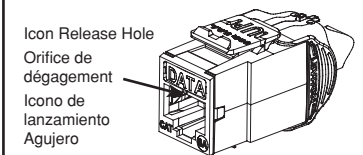

Fig. 13
4. Icons may be removed from the front of a jack by unbending a small paper clip, inserting the end of the clip into the Icon release hole, and gently prying outward. (Fig. 13).
4. Les étiquettes peuvent être retirées en insérant l'extrémité d'un trombone déplié dans l'orifice de dégagement et en tirant délicatement vers l'extérieur (fig. 13).
4. Los iconos se pueden sacar por la parte frontal del conector, enderece un gancho pequeño de papel e inserte el extremo en el orificio de liberación del icono haciendo una palanca hacia afuera (Fig. 13).